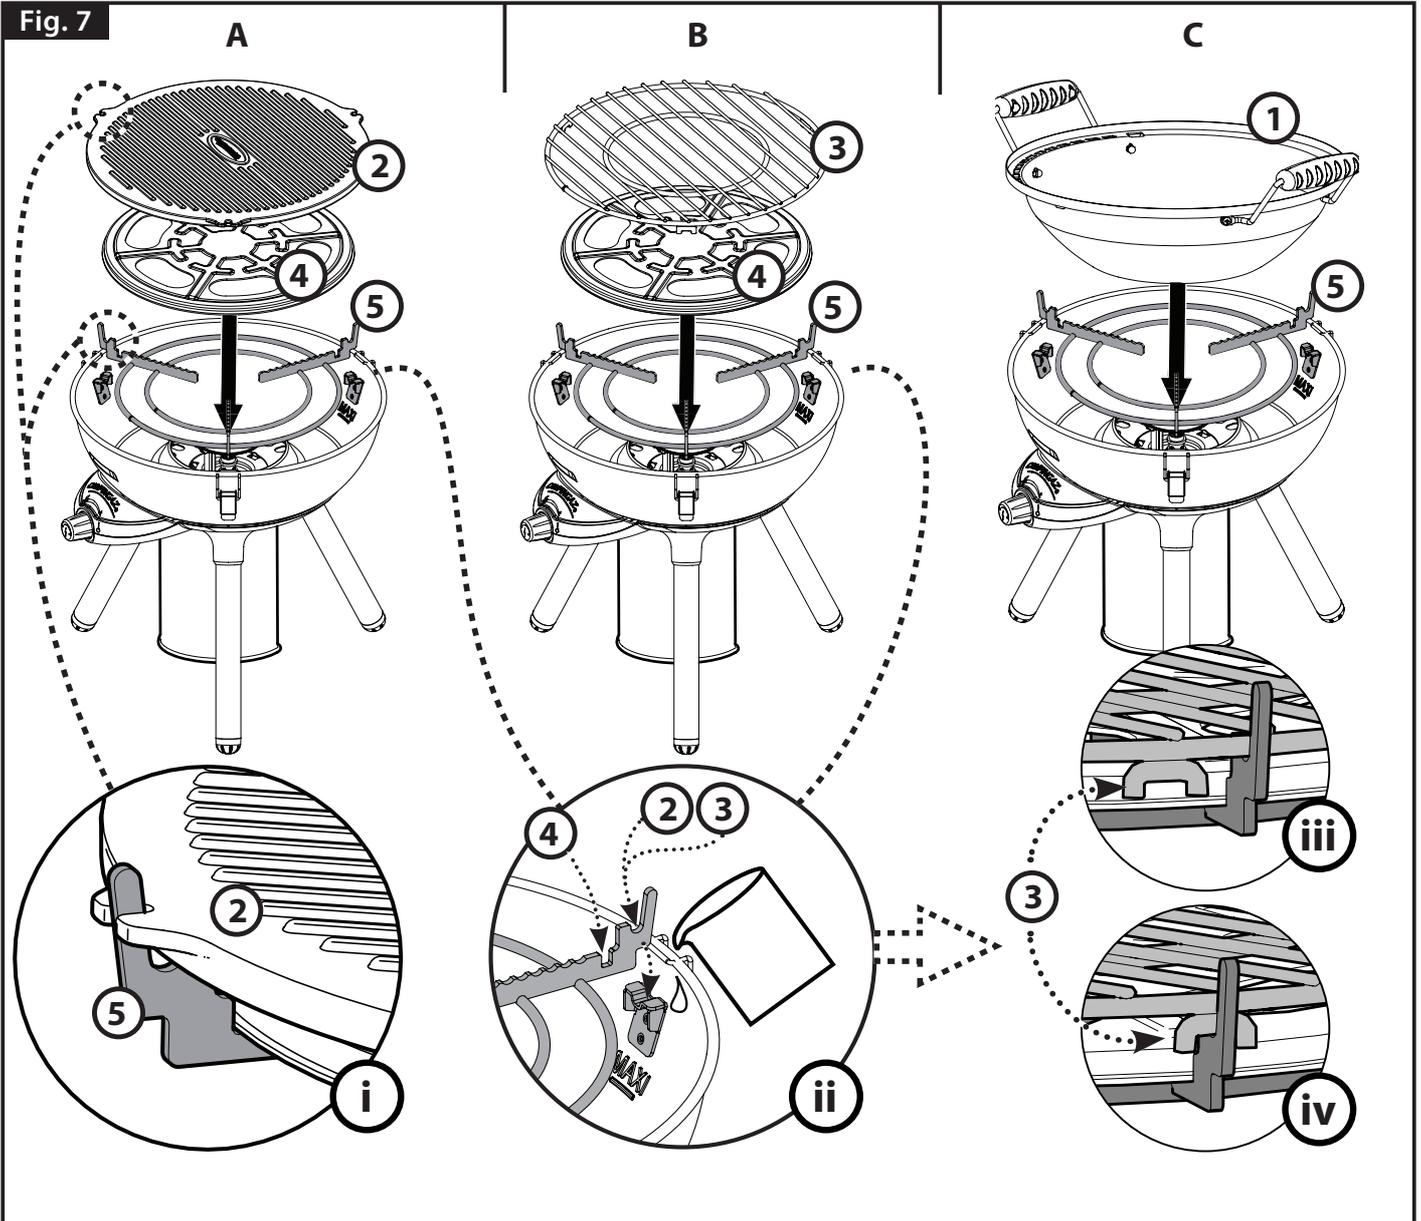

Fig. 8
### Allumage piézoélectrique (Fig. 8)
- Tournez le bouton de commande (Fig. 8-A) dans le sens antihoraire (vers "🔥") de manière à ce qu'il soit complètement ouvert, puis poussez immédiatement le bouton de commande (Fig. 8-B) jusqu'à ce qu'il émette un clic.
- Si le brûleur ne s'allume pas, tournez le bouton de commande dans le sens horaire en position d'arrêt (O) jusqu'à ce qu'il ne bouge plus. Attendez 5 minutes avant de recommencer l'opération.